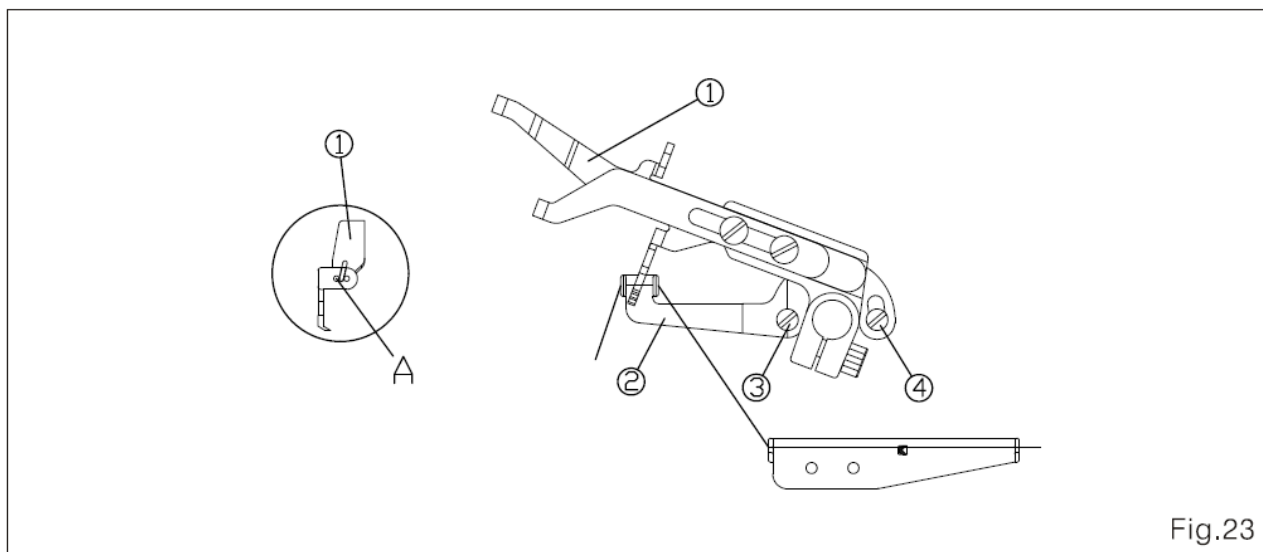

Fig.23
1. Ao justar o topo do encurtamento de linha do espalhador ①, o furo pequeno A do encurtamento de linha do outro espalhador ② deve ficar no mesmo nível com a ranhura longa do encurtamento de linha do espalhador ①. (Fig.23)
2. Para fazer o ajuste necessário, solte os parafusos ③ e ④ primeiro, mova o encurtamento de linha do espalhador ② para cima e para baixo, e em seguida fixe os parafusos novamente.